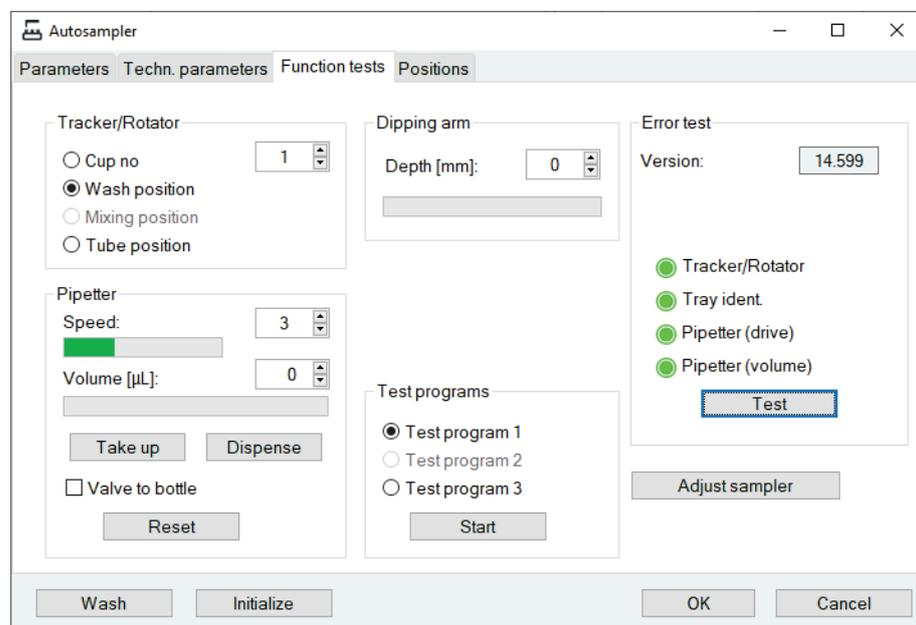

Fig. 67 Fenêtre Autosampler/Function tests dans ASpect LS
3. Dans ASpect LS, ouvrir la fenêtre AUTOSAMPLER avec . Basculer sur l'onglet FUNCTION TESTS (Fig. 67 p. 98).